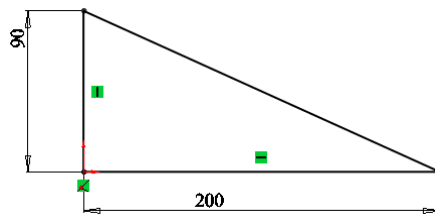

Рис. 3.1.6. Ескіз основи кожуха
2. Створіть ескіз та повністю визначте його, див. рис. 3.1.6. Витягніть елемент на 1 мм.